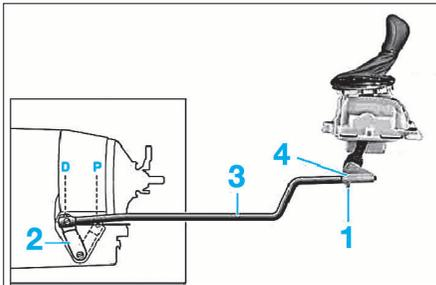

FIG. 10
- Dévisser la vis (1) (Fig.10).
- Désaccoupler la tringle de commande (3) (Fig.10) du boîtier de commande.